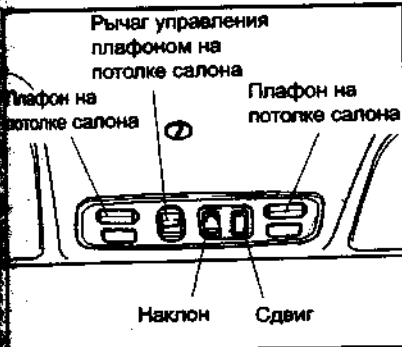

Рис. 69. Расположение переключателя люка в крыше
Люк можно открыть или закрыть при помощи электропривода, работающего, если ключ в замке зажигания находится в положении «ON» (рис. 69). Если необходимо открыть люк (вверх), нажмите кнопку «TILT» (A). Если необходимо закрыть люк, нажмите кнопку «SLIDE» (B).